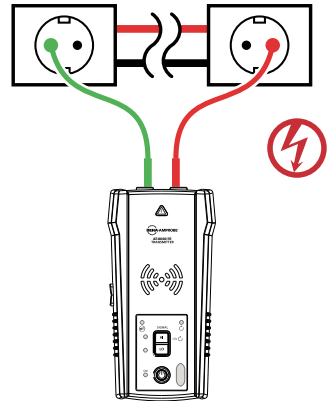

Abbildung 3.1a:
2. Verbinden Sie die rote Messleitung über das mitgelieferte Messleitungszubehör mit dem zu verfolgenden Außenleiter (Phase). Bei spannungsführenden Systemen wird das Signal NUR zwischen der Verbraucherseite mit welcher der Sender verbunden ist, und der Stromquelle übertragen (siehe Abbildung 3.1a).